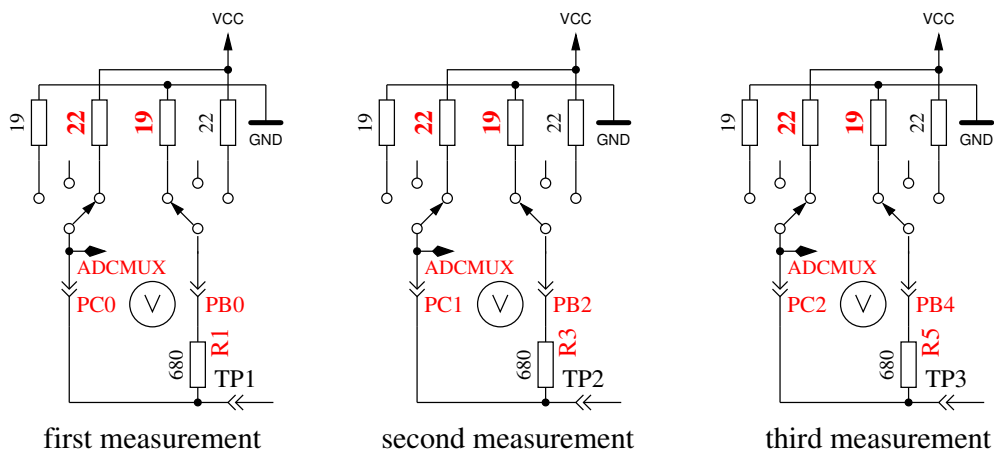

Abbildung 5.30: Messung des Innenwiderstandes des auf VCC geschalteten Port C Ausgängen.
8. **Messung des Innenwiderstandes von auf VCC geschalteten Port Ausgängen.** Der benötigte Strom wird von auf GND geschalteten 680Ω Widerständen geliefert. Der Text in der ersten LCD Zeile ist „Ri.Hi= (mV)“, wenn keine AUTO_CAL Option gesetzt ist. Mit gesetzter AUTO_CAL Option wird nur „Ri.Hi=“ ausgegeben. In der zweiten Zeile des LCDs werden drei Spannungswerte angezeigt als Differenz zu VCC. Es ist die gleiche Messung wie die in Test 7 zur anderen Seite, wie in Abbildung 5.30 gezeigt wird. Mit folgenden Schritten können Sie den Innenwiderstand selbst berechnen: Um den Strom zu berechnen: $(5001 - (\text{Ergebnis von Test 7}) - (\text{Ergebnis von Test 8})) / 680$. Sie können beide Widerstandswerte erhalten, indem Sie die jeweilige Spannung (Ergebnisse von Test 7 oder Test 8) durch diesen Strom dividieren. Wenn die AUTO_CAL Option gewählt wurde und der vorige und dieser Test achtmal wiederholt wurden, wird der Mittelwert der Innenwiderstände der Ausgabe-Ports im EEprom festgehalten. Das Ergebnis für diesen Test wird dann in Zeile 1 in $d\Omega$ angezeigt, der letzte Wert der Zeile 2 ist dann das Ergebnis für den vorigen Test (auf GND geschaltet). Diese Werte stehen dann für weitere Messungen zur Verfügung.